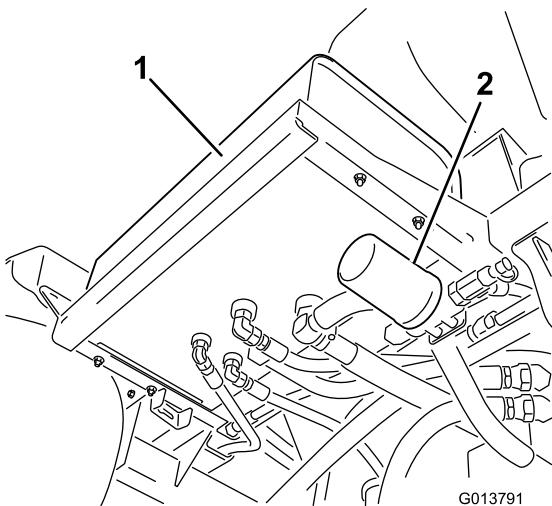
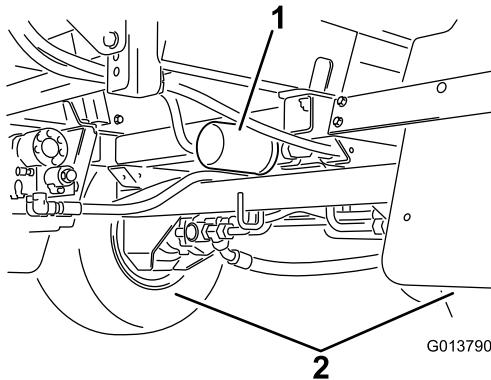

Figure 109
Figure 110
2. Localisez les 2 filtres hydrauliques sur la machine (Figure 109 et Figure 110).